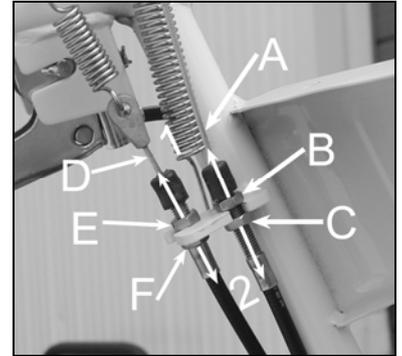

Figure 23
Câble d'avancement (figure 23, repère A).
2. Dévissez le contre écrou du câble de la transmission (figure 23, repère B).
3. Tourner l'écrou de réglage (figure 23, repère C) pour ajuster la tension du câble.
Si la courroie patine sous charge quand la transmission est embrayée, tournez l'écrou de réglage dans la direction 1 (figure 23).
Si la transmission ne se débraye pas entièrement, tournez l'écrou de réglage dans la direction 2 (figure 23).
Câble de frein (figure 23, repère D)
2. Dévissez le contre écrou du système de réglage de tension du câble de frein (figure 23, repère E).
3. Tourner l'écrou de réglage (figure 23, repère F) pour ajuster la tension du câble.
Si le frein manque d'efficacité, dévissez l'écrou de réglage de tension du câble dans la direction 2 (figure 23).
Si le frein ne se désenclenche pas complètement, vissez l'écrou de réglage de tension du câble dans la direction 1 (figure 23).